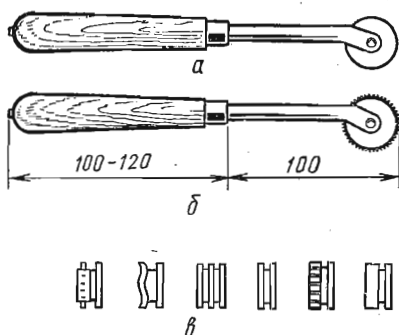

Рис. 16. Накатки:
*Накатка* (рис. 16, *а*) служит для нанесения прямых, пунктирных и фигурных линий. Она представляет собой медный или латунный ролик с выгравированным на ребре узором, который закрепляется с помощью оси в вилке, оснащенной рукояткой. Можно использовать и обычную портняжную накатку (рис. 16, *б*). Накатки с разнообразными пунктирными линиями можно изготовить из зубчатых колес от часов или небольших металлических шестеренок. Если их зубья слегка сточить, то получатся разные по величине черточки пунктира. Можно изготовить и фигурные ролики, позволяющие за один проход сделать тиснение, содержащее декоративные элементы (рис. 16, *в*).